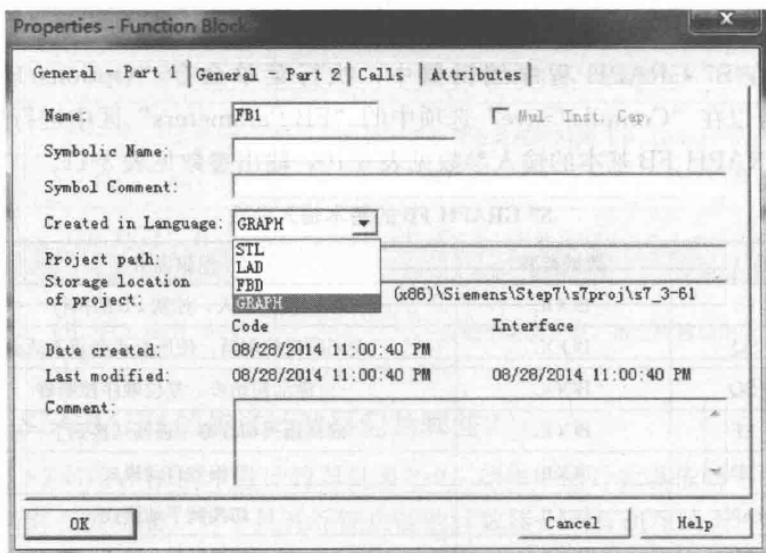

图 3-61 功能块语言选择
- (1) 建立项目, 插入 S7 程序。
- (2) 单击块, 插入新对象/功能块, 选择语言为 GRAPH, 如图 3-61 所示。